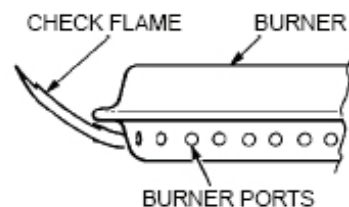

Fig. 7
- Tous les orifices du brûleur devraient présenter une flamme de 1" (2.5cm) de hauteur au réglage maximum "HI". (Fig. 7)